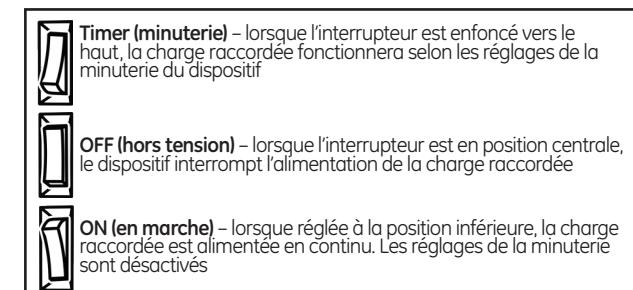

FIG 6
- Réglez l'interrupteur principal à la position « TIMER » (minuterie) [FIG 6]: